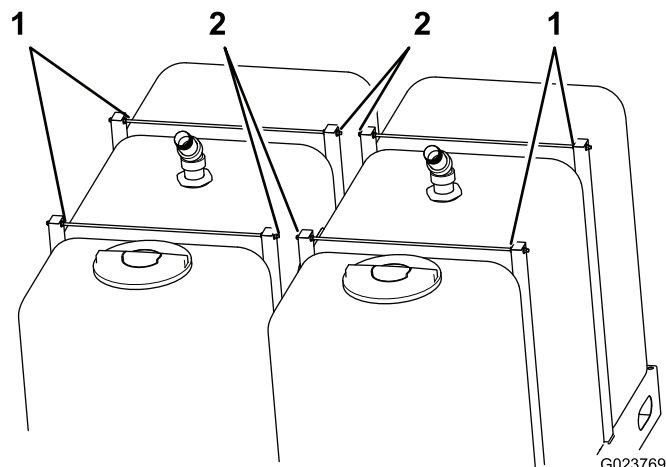

Рисунок 5
- Отверните самую ближнюю к центру гайку (Рисунок 5) на каждом из четырех опорных штырей.